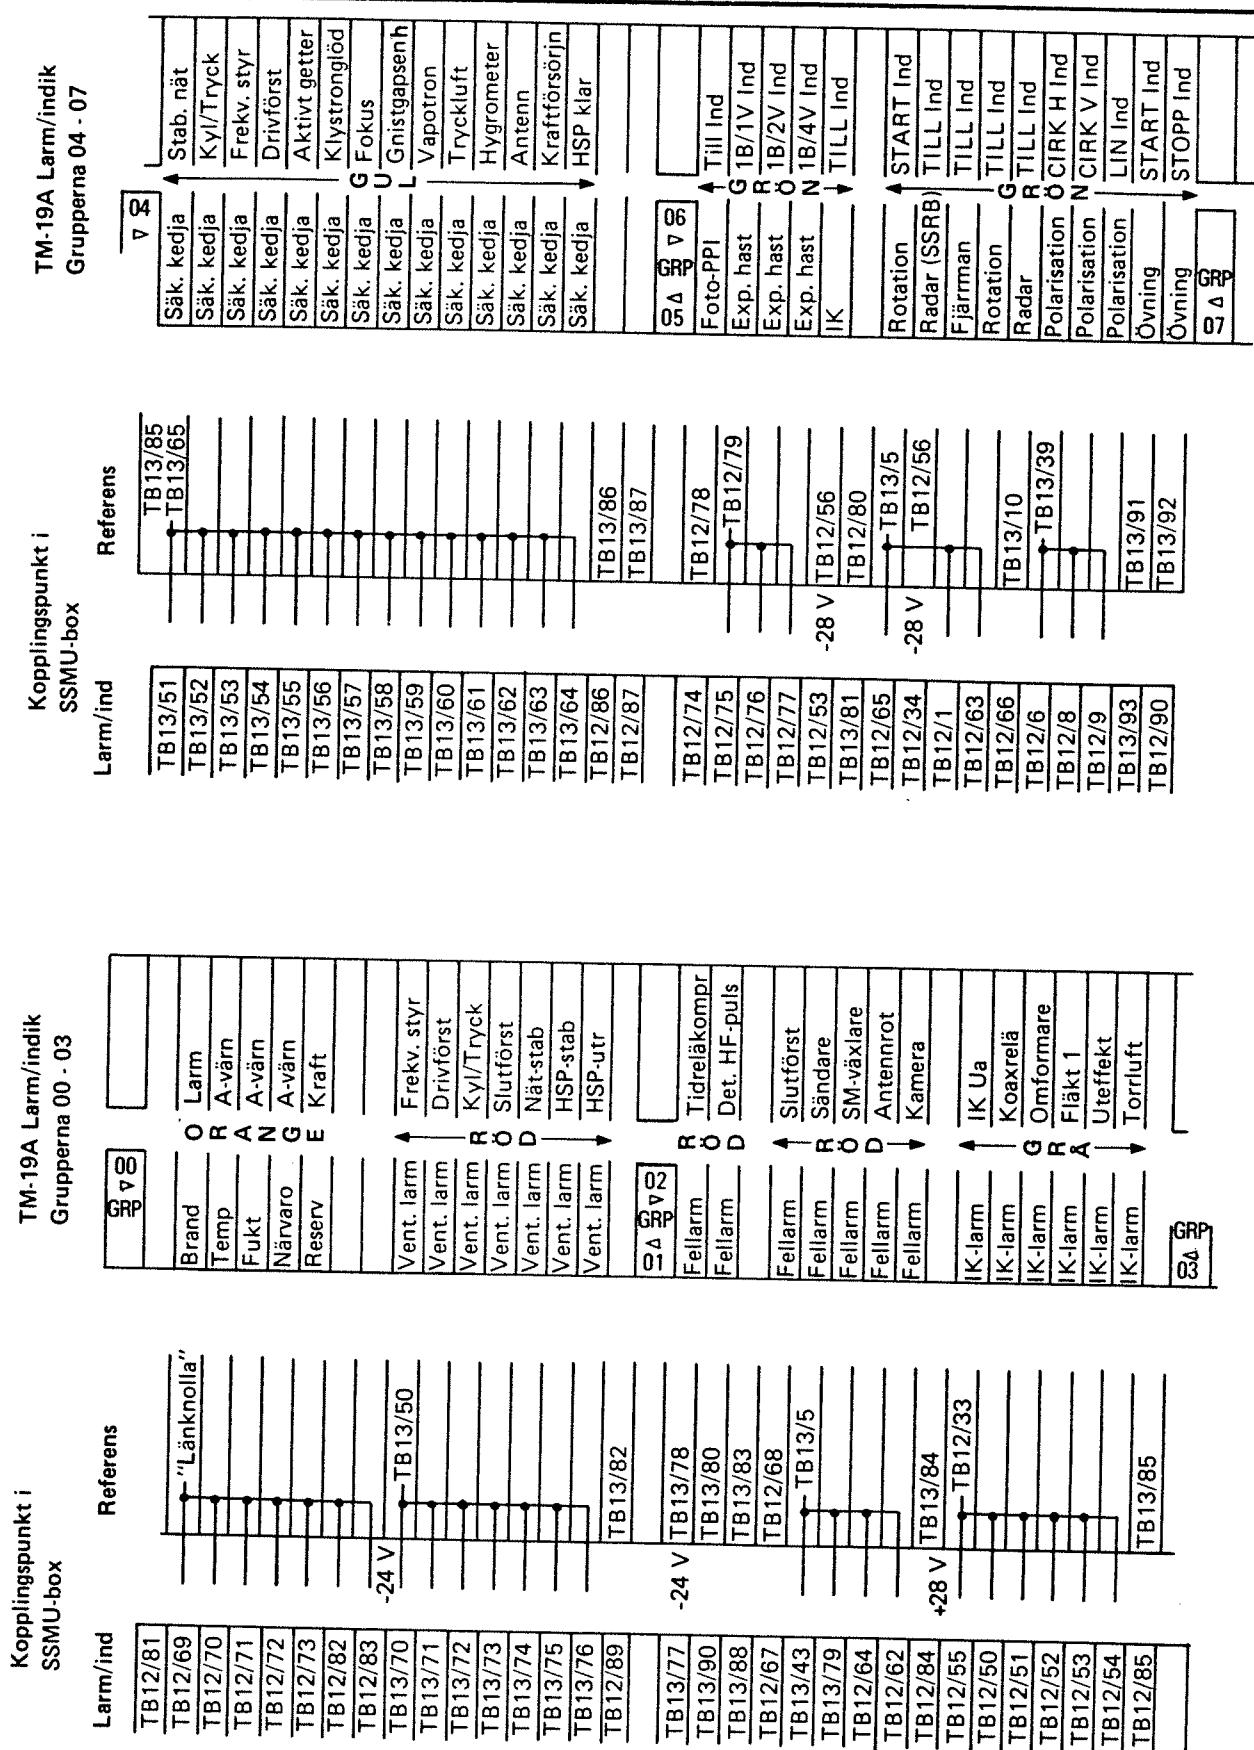

Bild 4
4.2.6.1 Kontrollera först, med hjälp av strömställaren PROV, att lysdioden är hel. Mät därefter i SSMU-boxen på aktuell plint och stift, enligt tabell på bild 4. Om larm finns fram till SSMU-boxen, utför avsnitt 4.2.6.2, i annat fall fortsätt felsökningen mot radaranläggningen med hjälp av ritningsunderlaget.